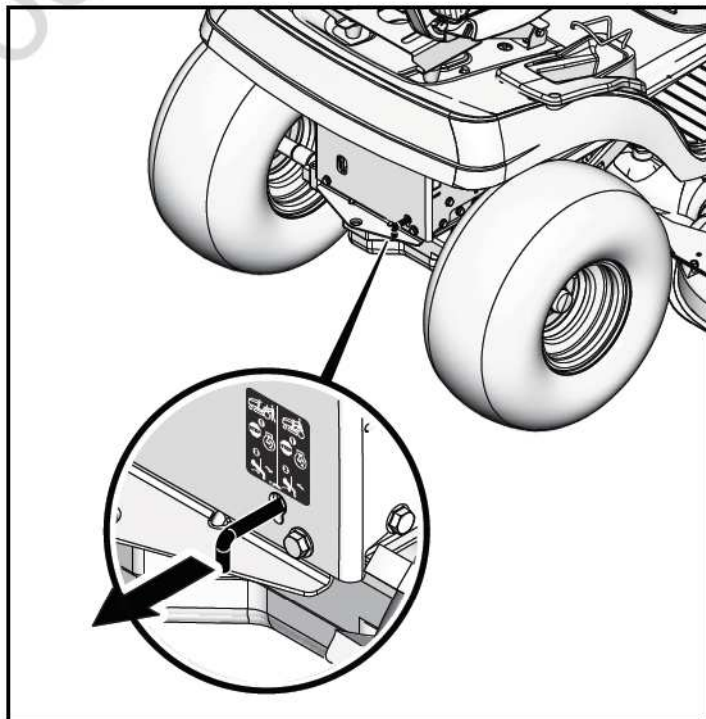

Figure 8
2. Tirer le levier d'environ 6 cm (2-3/8 po) pour débrayer la transmission (voir Figure 8).